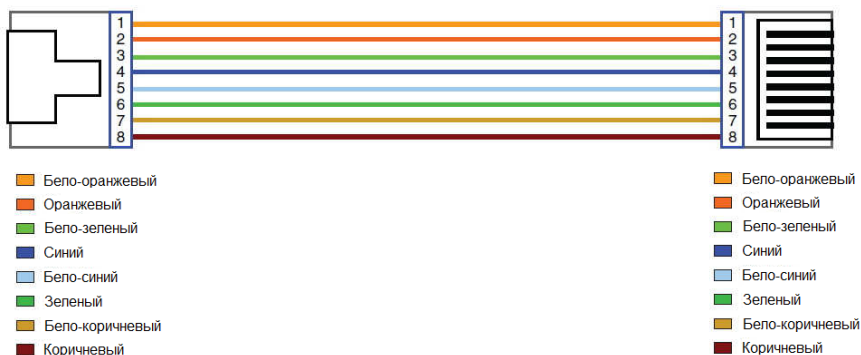

Рис.6 Обжимка кабеля по типу TIA/EIA-568-A.
4. Обожмите концы кабеля с внутренней стороны бокса разъемом RJ-45 (Рис.6).